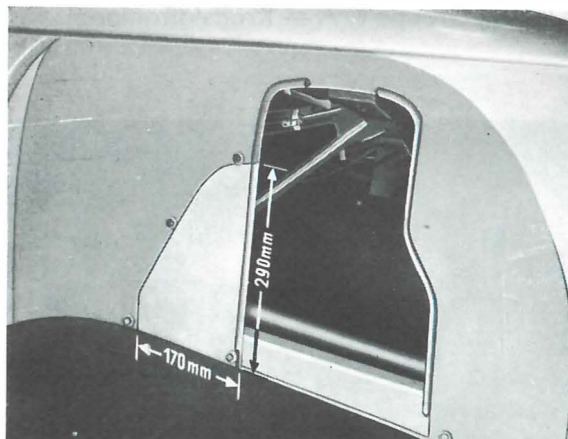

Bild H 1/12 a
13. Hinterfedern mit Federspanner zusammendrücken (Bild H 1/13), Federbefestigung am Hinterachstragrohr und am Rahmen (Bild H 1/13 a) lösen. Federn herausnehmen, dabei die Zusatzfeder etwas ablassen.